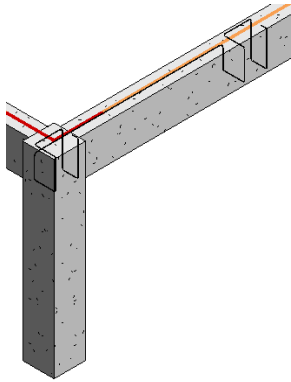

图 13-24 钢筋
(10) 单击“确定”按钮，在“控制”栏中将“视觉样式”设置为“着色” ，将“详细程度”设置为“精细” ，结果如图 13-24 所示。